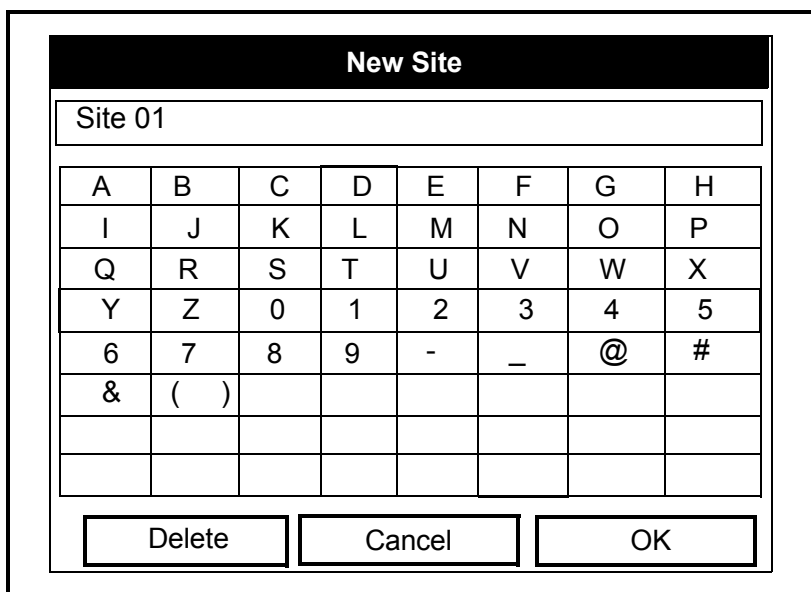

Figura 4-4: Janela Site Name (Nome de Local)
1. Desloque-se até à opção *New* (Novo) no menu *Site Manager* (Gestor de Local) e pressione [ENTER]. Surgirá um ecrã semelhante ao da Figura 4-4 abaixo.